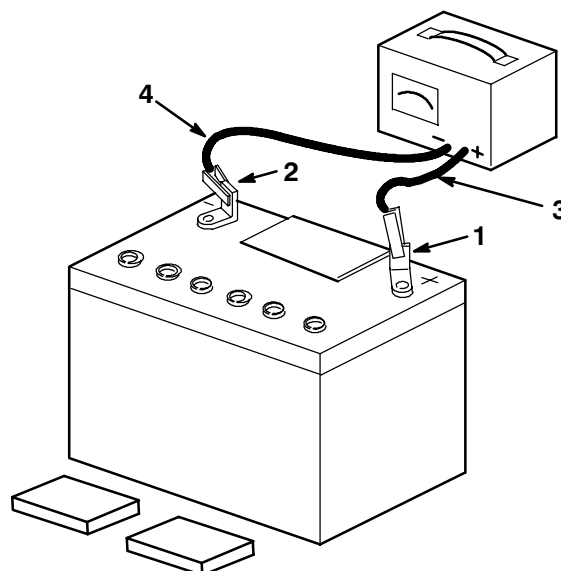

Figure 6
3. Sans remettre les couvercles des éléments, raccordez un chargeur de 3 à 4 A aux bornes de la batterie (Fig. 6). Chargez la batterie au régime de 4 A ou moins durant 4 heures (12 V).
4. Quand la batterie est chargée au maximum, débranchez le chargeur de la prise, puis débranchez les fils du chargeur des bornes négative et positive de la batterie (Fig. 6).